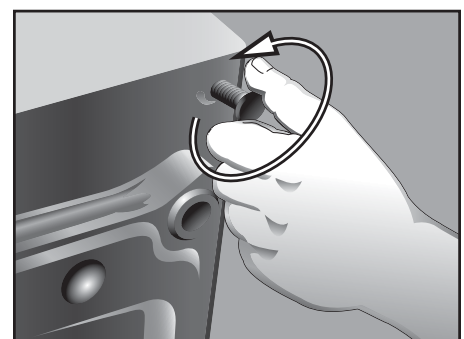

Figura 3
7. Retire y descarte las patas instaladas originalmente en la lavadora/secadora (ver **Figura 3**). **NO** vuelva a instalar estas patas en el pedestal.